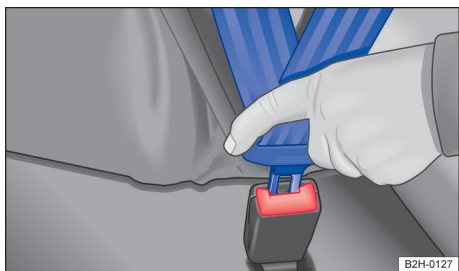

Fig. 26 Introduzir a lingueta do cinto de segurança no fecho do cinto de segurança.
- Introduzir a lingueta do cinto de segurança firmemente no fecho do cinto de segurança pertencente ao assento → Fig. 26.